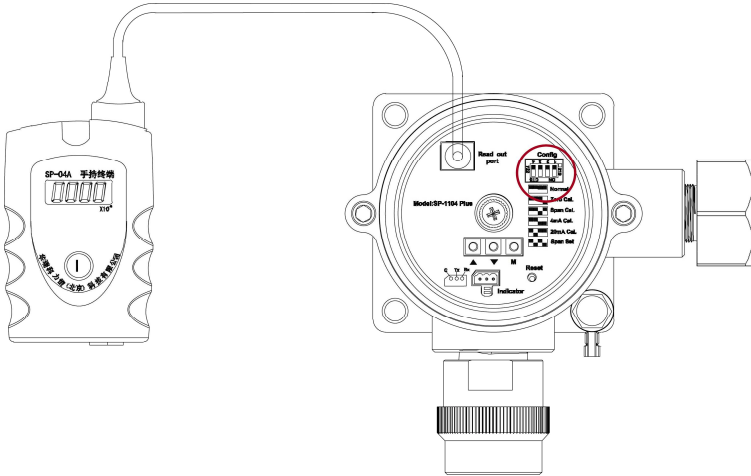

图 9
- 插入显示终端，如图 9 所示。
**零点标定操作（如图 9 所示）：**
设置操作（如图 9 所示）：